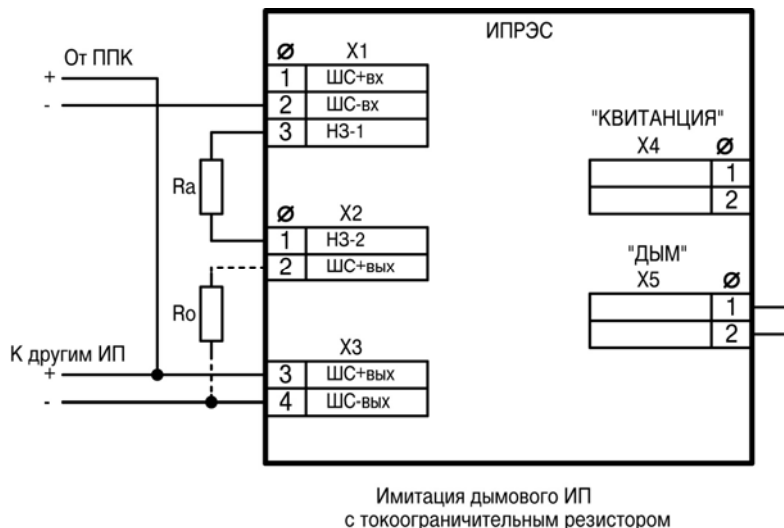

Рисунок. 6.4
6.3.8. Схема подключения извещателя в варианте 3 приведена на рис.6.4.